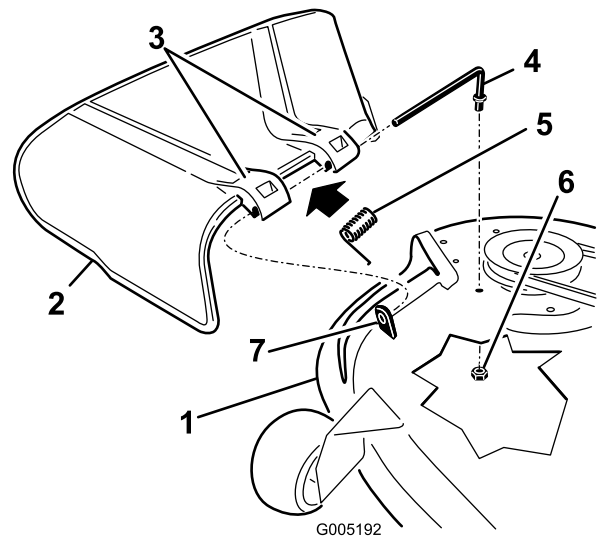

Figure 58
- Retirez l'écrou (3/8 po) de la tige, sous le tablier de coupe (Figure 58).
- Sortez la tige de la courte cheville de positionnement, du ressort et du déflecteur d'herbe (Figure 58).
- Remettez en place le déflecteur d'herbe (Figure 58).
- Insérez la tige dans le deuxième support du déflecteur d'herbe (Figure 58).
- Fixez l'extrémité arrière de la tige dans le tablier de coupe à l'aide d'un écrou (3/8 po), comme montré à la Figure 58.